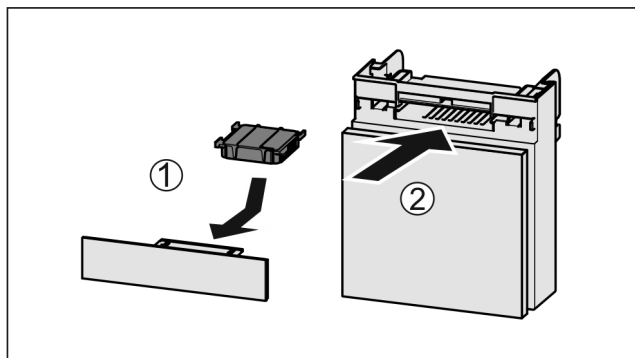

Fig. 46
- ▶ Wkładać Fig. 46 (1) filtr z węglem aktywowanym zgodnie z ilustracją.
- ▶ Wsunąć komorę Fig. 46 (2).